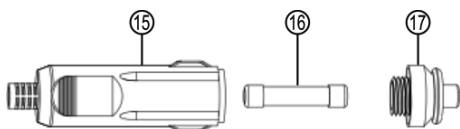

Figure 9 : Fusible dans le connecteur mâle 12 V
Tournez la pointe (pos. 17 dans la fig. 9) du connecteur mâle 12 V (pos. 15 dans la fig. 9) dans le sens anti-horaire jusqu'à ce qu'elle se détache du connecteur puis retirez-la. Le fusible (pos. 16 dans la fig. 9) est accessible et peut alors être retiré du connecteur mâle. Remplacez-le par un fusible neuf de même intensité et revissez la pointe sur le connecteur mâle, fig. 9.